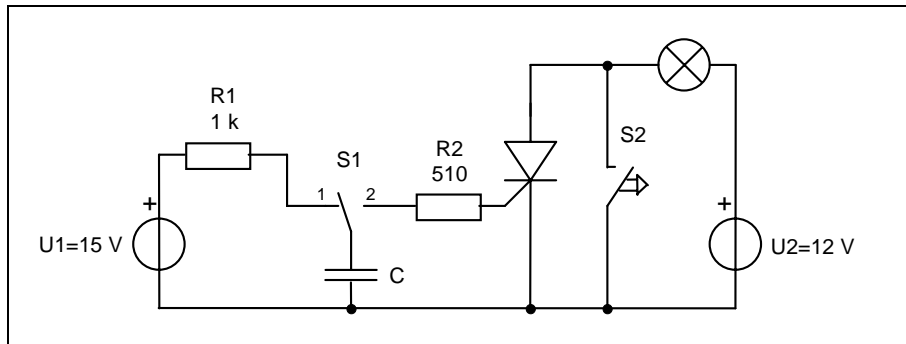

Bild 3: Zündung des Thyristors durch Stromimpuls
- 2.4. Erklären Sie die Funktion der Schaltung nach Bild 3 mit folgendem Ablauf der Schalterstellungen:
Bauen Sie die Schaltung nach Bild 3 auf. Verwenden Sie für den Kondensator eine Kondensator-Dekade, die Sie auf 1 µF einstellen.